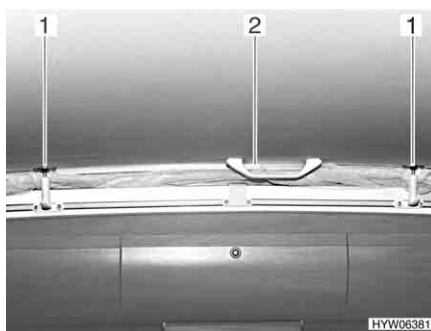

Fig. 42 Tetto sollevabile, chiuso
- Estrarre tutti i tenditori (Fig. 42,1) dal supporto, tirandoli verso il basso.
- Premere il tetto sollevabile verso l'alto mediante le maniglie (Fig. 42,2).
- Premere il tetto sollevabile verso il basso mediante le maniglie (Fig. 42,2).
- Tirare tutti i tenditori (Fig. 42,1) verso il basso e arrestarli.